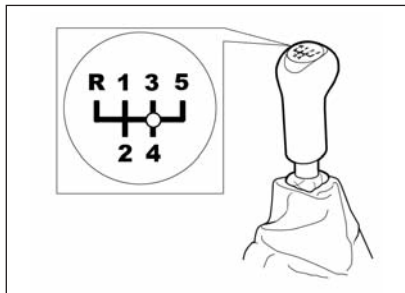

Рис. 37. Рычаг переключения передач в механической коробке передач
Схема положений рычага переключения передач в механической коробке передач нанесена сверху на его рукоятке (рис. 37 или 37а):
Рис. 37а. Рычаг переключения передач в механической коробке передач (в варианном исполнении)
**Рис. 37б. Рычаг переключения передач в автоматической коробке передач**
Переключение режимов автоматической коробки передач (АКП) осуществляется перемещением рычага переключения передач в продольном направлении (рис. 37б), в зависимости от желаемого направления движения. Для разблокировки рычага необходимо нажать кнопку фиксации **1** на рукоятке рычага переключения передач. При перемещении рычага из положения **N** в положение **D** и обратно, а также из положения **1** в положение **2**, и далее, в положение **D** кнопку фиксатора можно не нажимать. Выбранный режим индицируется на жидкокристаллическом индикаторе в комбинации приборов. Индикация положения рычага переключения передач, изображённая на декоративной накладке рядом с рычагом, показана как справочная и в движении не используется.
**Рис. 37в. Педали при автоматической коробке передач**